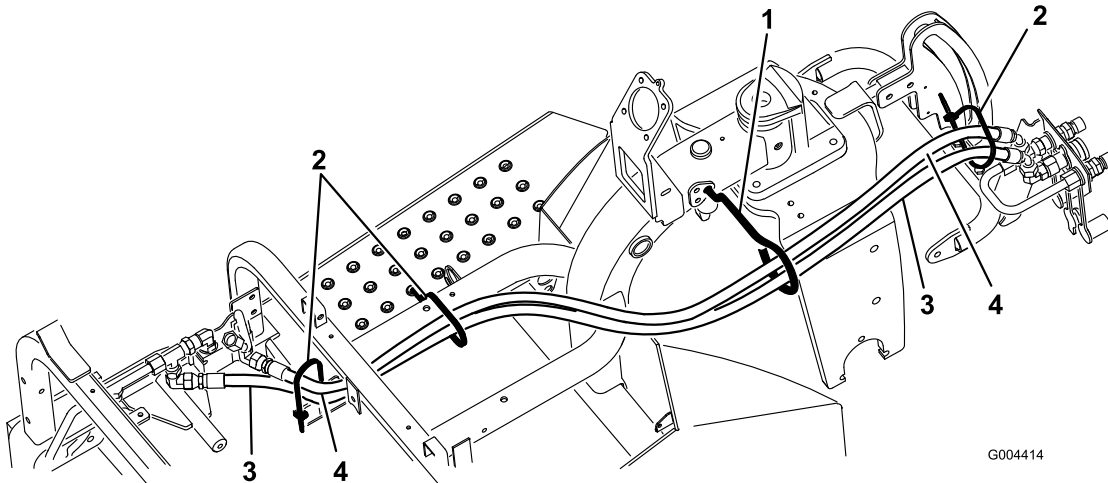

図 6
(図 6)。
フィッティングに取り付ける (図 6)。
ブへ導く (図 6)。
ティングに取り付ける (図 6)。
2. ケーブル・タイを使って、図 6のように